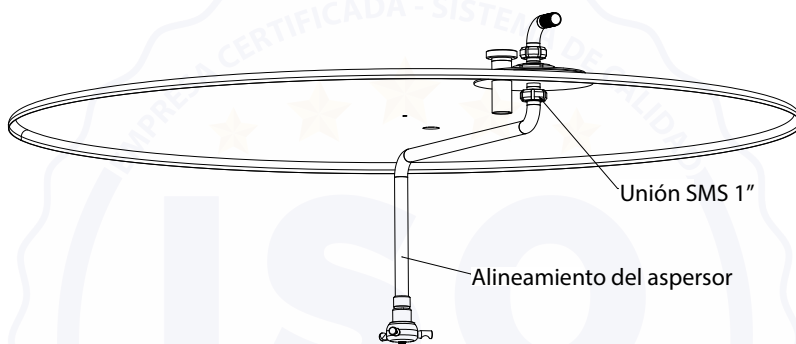

Imagen 9 - Posicionamiento y alineamiento del Spray
4. Posicione la tubería del spray en la tuerca SMS 1 pulgada del lado interno del soporte, conforme Imagen 9.